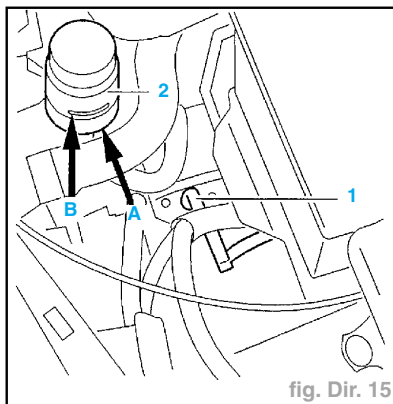

fig. Dir. 15
Nota : Ne pas desserrer le bouchon du réservoir supérieur de direction assistée (2) (fig. Dir. 15).
- Désaccoupler le tube de retour (1).